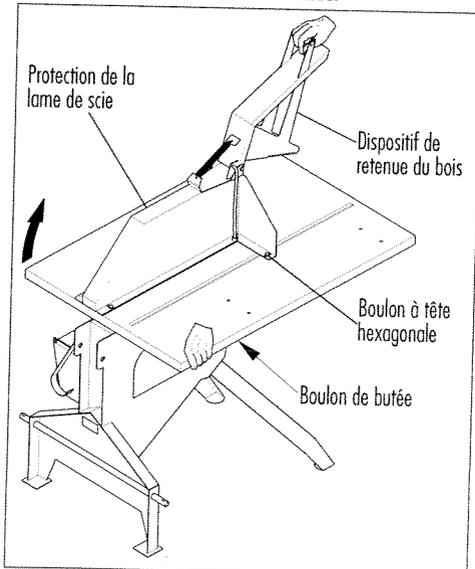

Figure 5 - Transformation pour la coupe longitudinale
- Replier la table vers le haut et abaisser. (voir Figure 5 - Transformation pour la coupe longitudinale).